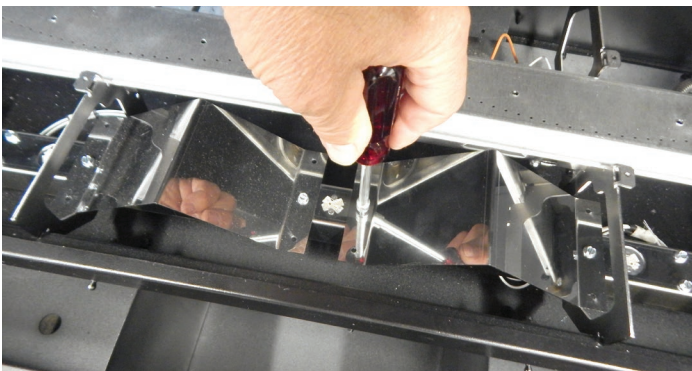
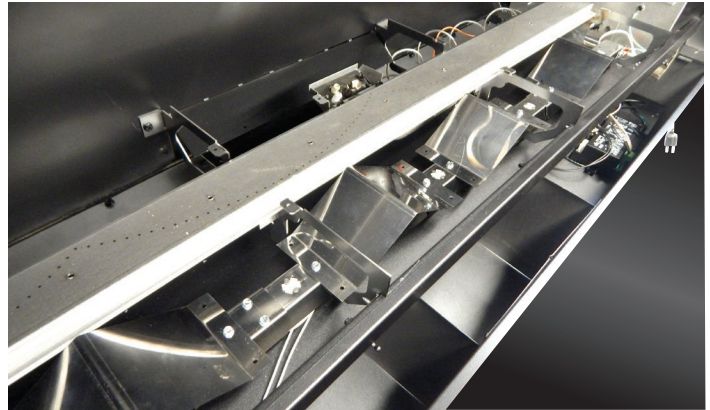

Figure 11
Figure 12
15. Fixer les déflecteurs en « V » à l'ensemble de support d'ampoule. Il en faut deux entre les supports de brûleur du centre lors de l'installation dans un foyer de modèle DVLL36BP. Quatre déflecteurs en « V » doivent être posés lors de l'installation dans un foyer de modèle DVLL48BP. Les déflecteurs sont placés entre les douilles et fixés à l'aide de deux (2) vis n° 8 X 1/4 po chacun. Voir la Figure 11 pour installation sur le modèle DVLL36BP et la Figure 12 pour installation sur le modèle DVLL48BP.